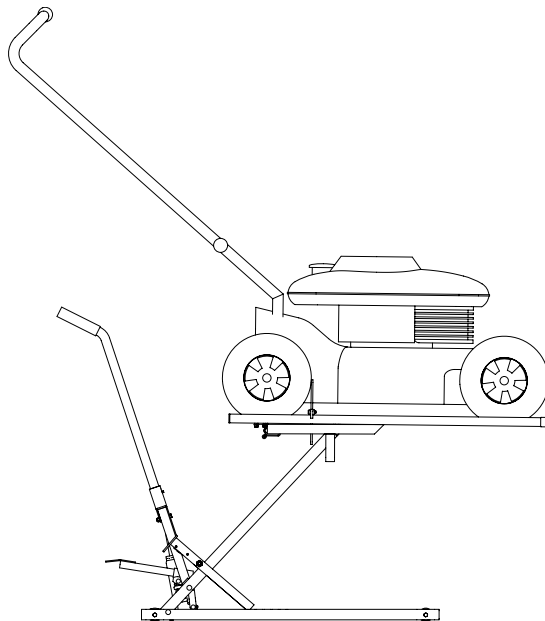

Figura 8: Posición de elevación final
2. Bombee la manija de la elevadora para podadoras y llévela a la última posición de bloqueo, donde la podadora manual queda asentada a nivel del piso (vea la figura 8).